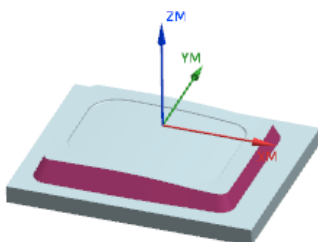

图 6.24 指定切削区域
Step2. 在图形区中选取图 6.24 所示的面（共 12 个）为切削区域，然后单击“切削区域”对话框中的 **确定** 按钮，系统返回到“深度加工轮廓”对话框。